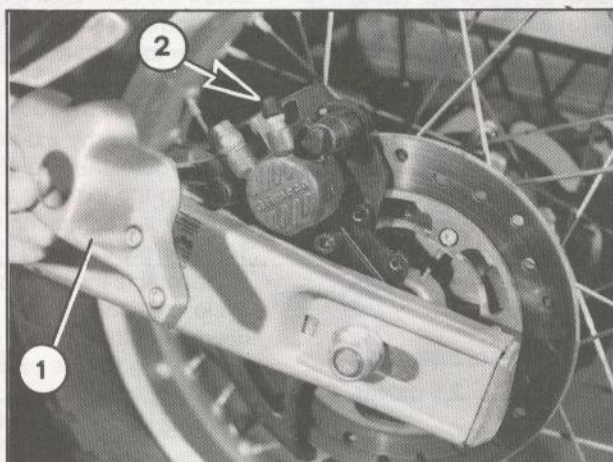

Fig. 22
- Togliere il copripinza (1 Fig. 22).
- Remove the caliper cover (1 Fig. 22).
- Inserire un tubo trasparente sulla vite di spurgo (2 Fig. 22) ed infilare l'altra estremità in un recipiente di raccolta.
- Togliere il cappuccio di protezione della vite di spurgo sulla pinza (2 Fig. 22).
- Fit a clear hose on the bleed screw (2 Fig. 22) and insert the other end in a suitable recipient.
- Remove the bleed screw guard cap from the caliper (2 Fig. 22).